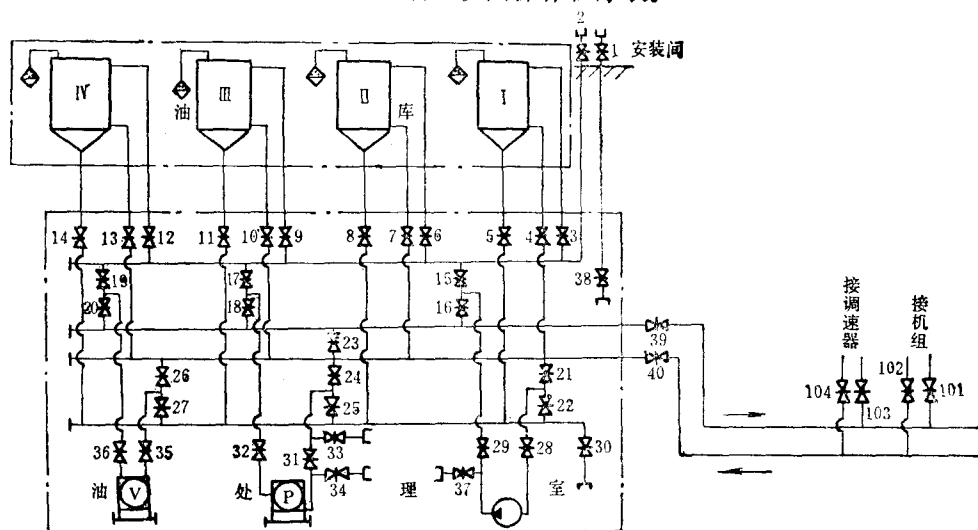

图 2-3 混流式机组油系统图
5. 试编写图2-3所示混流式机组油系统图操作程序表。
答：将图 2-3 混流式机组油系统图中的阀门编号，如图所示。根据运行需要，编写其操作程序，如表 2-1 所示。